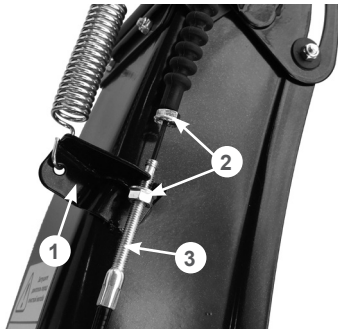

Рис. 21 Установка оболочки троса управления дефлектором жёлоба
- скрутите крайнюю гайку 2 с регулировочной муфты 3 троса и позвольте ей свободно болтаться на тросе (Рис. 21);
- одной рукой максимально наклоните дефлектор жёлоба вперёд, а второй рукой проденьте трос через прорезь в кронштейне 1, после чего вставьте регулировочную муфту троса в отверстие в кронштейне 1 (Рис. 21). Гайки крепления оболочки троса после этого должны оказаться по разные стороны кронштейна, как показано на Рис. 21. Закрутите гайки, не затягивая их;